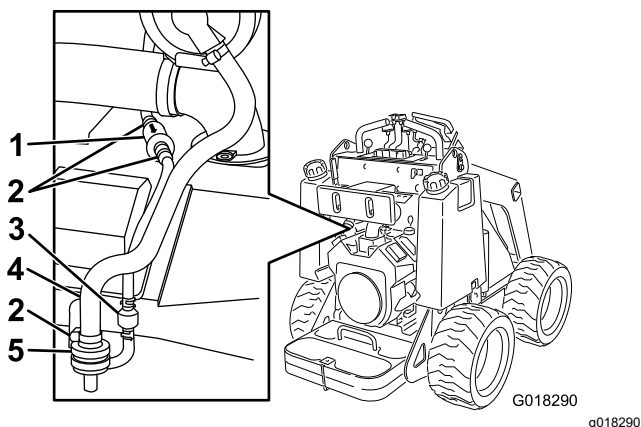

Figura 22
4. Retire y deseche el filtro de aire (Figura 22).
5. Instale un nuevo filtro en la manguera y fíjelo con la abrazadera (Figura 22).
3. Afloje la abrazadera por encima del filtro de aire del cartucho de carbón (Figura 22).
3. Aleje del filtro las abrazaderas de muelle de ambos lados del filtro del tubo de purga del cartucho de carbón (Figura 22).
4. Retire y deseche el filtro del tubo de purga (Figura 22).
5. Instale un filtro nuevo en el tubo con la flecha del filtro apuntando hacia la válvula de retención, y sujételo con las abrazaderas (Figura 22).